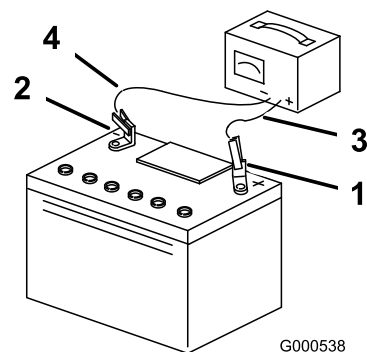

Bild 28
3. Wenn die Batterie voll geladen ist, ziehen Sie den Stecker des Ladegeräts aus der Steckdose. Klemmen Sie dann die Klemmen des Ladegeräts von den Batteriepolen ab (Bild 28).